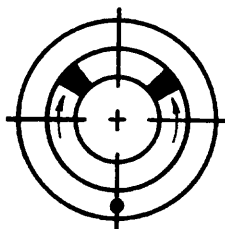

Fig. 7
- ___ b Desplace los contrapesos hacia arriba y fíjelos a la misma distancia, compensando el desequilibrio (fig. 7).